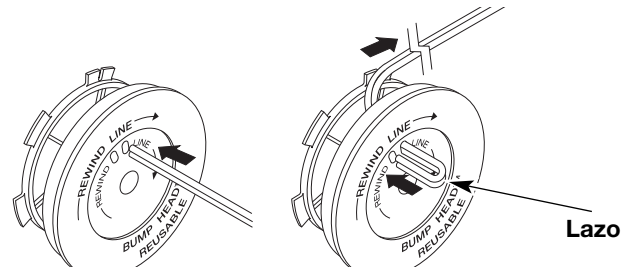

Fig. 17
8. Tome aproximadamente 3 m (10 pies) de nueva línea de corte. Inserte un extremo de la línea a través de uno de los orificios del carrete interior (Fig. 17). Pase la línea a través del carrete interior hasta que queden sólo 4 pulgadas fuera.
9. Inserte el extremo de la línea en el orificio abierto del carrete interior y tire de la línea en forma ajustada a fin de que el lazo sea lo más pequeño posible (Fig. 17).